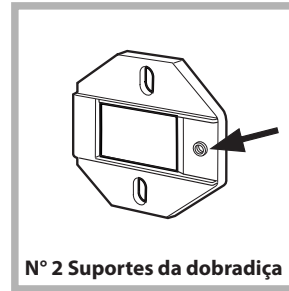

Fig. 1
- Instalar os suportes charneira na face posicionando o furo indicado pela seta na fig. 1 para o interior da face, interalinhar uma arruela de afastamento (fig. 4/B) usando parafusos do tipo C.